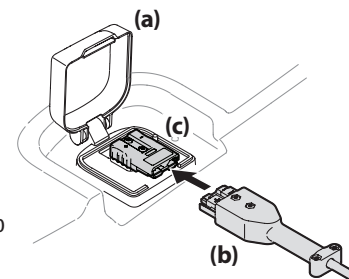
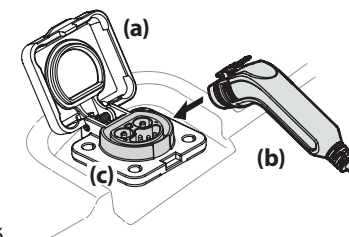

Figura 11
Figura 12
- Levante la tapa del puerto de carga (a). Consulte la Figura 11 para el estilo 1 y la Figura 12 para el estilo 2.
- Inserte el cable de carga (b) en el puerto de carga (c). Consulte la Figura 11 para el estilo 1 y la Figura 12 para el estilo 2.